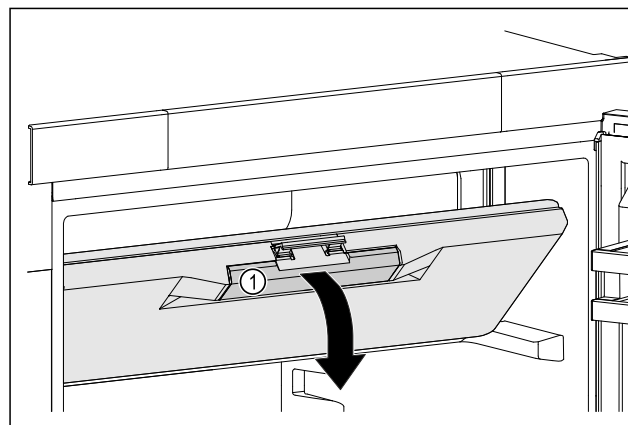

Fig. 41
- ▶ Fogja meg a fagyasztórekesz ajtaját a fogantyúmélyedésnél Fig. 41 (1).